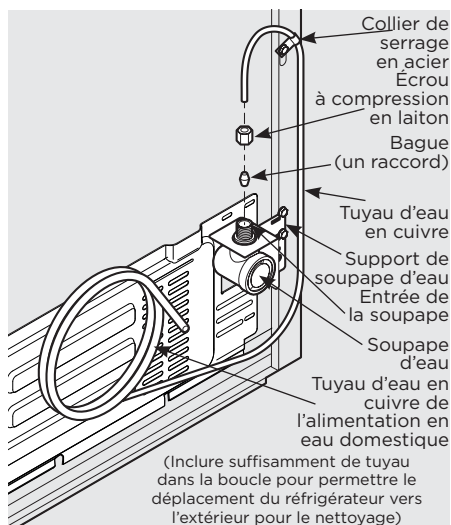

Figure 1
4. Si vous utilisez un tuyau en cuivre : Faire glisser l'écrou de compression en laiton, puis placer la bague (un raccord) sur la conduite d'alimentation en eau. Pousser le tuyau d'alimentation en eau dans l'entrée de la soupape du robinet aussi loin que possible (6,4 mm/¼ po). Faire glisser la bague (un raccord) dans l'entrée de la soupape et serrer à la main l'écrou de compression sur la soupape. Serrer un autre demi-tour avec une clé. NE PAS trop serrer. Consultez la figure 1.